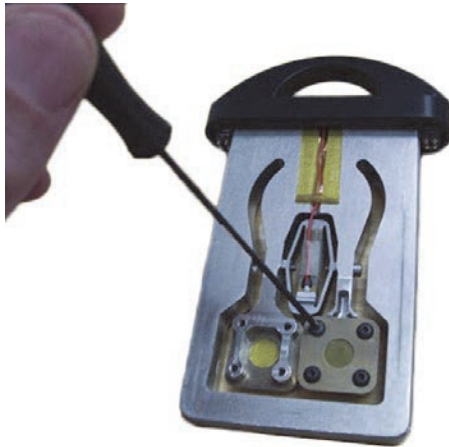

Abbildung 3-17 Probenzelle demontieren
1. Entfernen Sie vorsichtig die Befestigungsschrauben mit einem 1,5 mm Sechskantschraubendreher und demontieren Sie die Zellfenster und das Distanzstück (Abbildung 3-17 auf Seite 62).